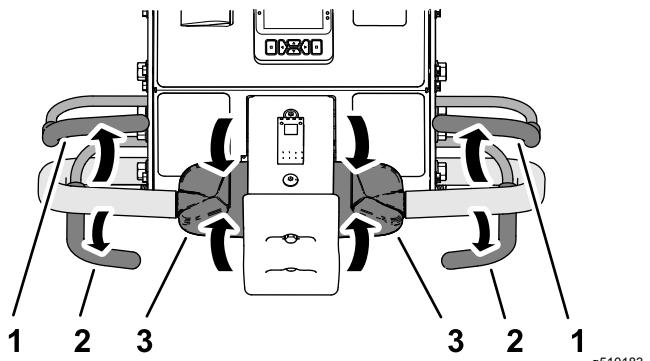

Figura 79
1. Se state effettuando l'arieggiatura, rilasciate la barra di arieggiatura (Figura 79) per sollevare la testa di carotaggio; fate riferimento a Sollevamento della testa di carotaggio \(pagina 51\).